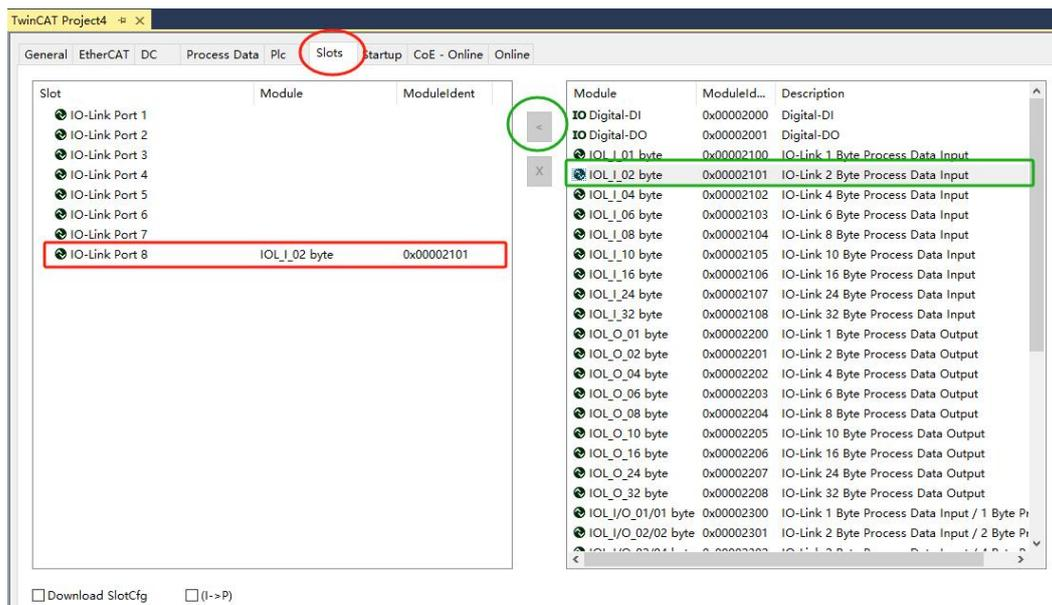

图 1
- 1、如图 1 所示, 选择椭圆红圈的 Slots, 选中红框的 PORT8 端口, 然后选择绿框的从站类型, 再点绿色椭圆圈的 "<"按钮 即可配置 PORT8 连接的从站类型。